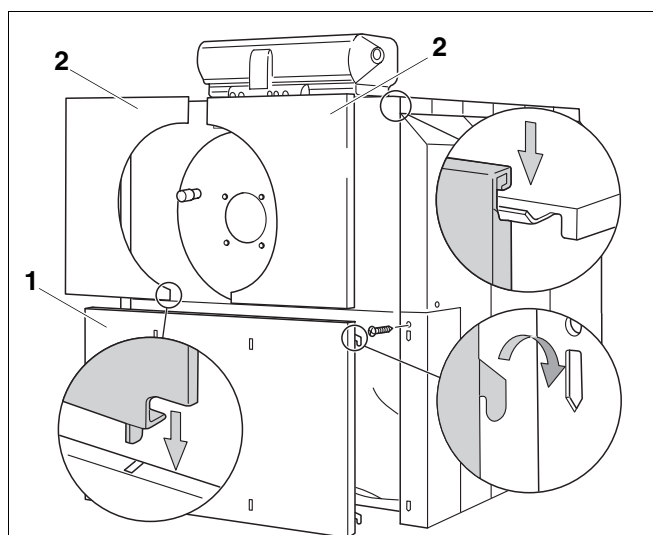

Fig. 24 Dækplader
- Læg varmebeskyttelse ind i den nederste forvæg (fig. 24, **pos. 1**).
- Hægt den nederste forvæg med de 4 vinklede kroge i slidserne på sidevægsafkantningen (fig. 24).
- Sæt de vinklede lasker på den øverste forvæg (fig. 24, **pos. 2**) ind i slidserne på den nederste forvægsafkantning, og hægt dem på afkantningen på den forreste kedelkappe.